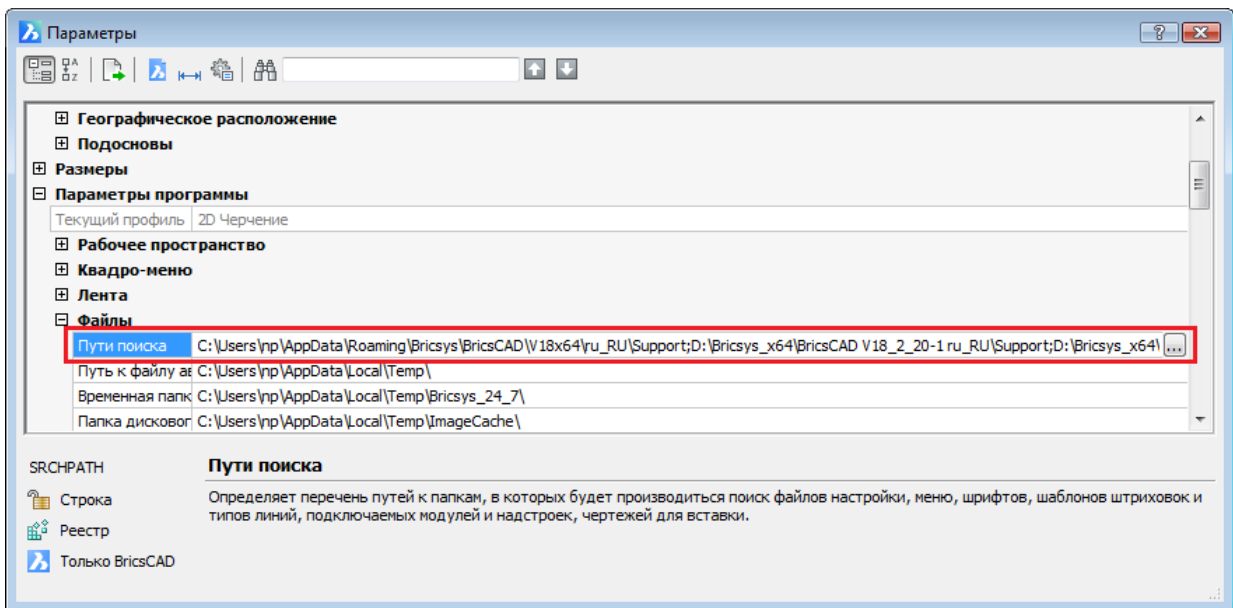

Рисунок 17. Диалоговое окно **Параметры**, параметр **Пути поиска**
2. Раскрыть узел **Параметры программы > Файлы** и проверить значение параметра **Пути поиска** (рис. 17).